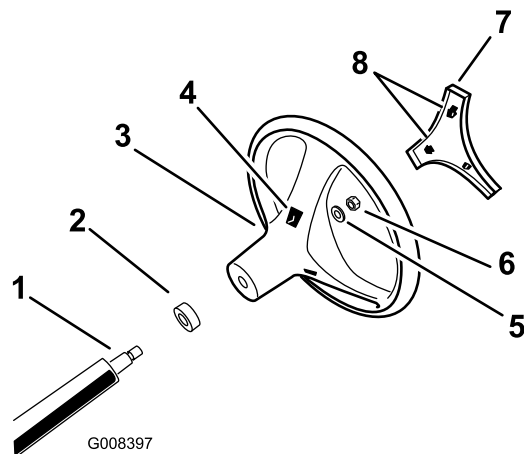

Figura 3
4. Fixe o volante ao eixo, utilizando a porca (Figura 3). Aperte a porca a 24-30 Nm.